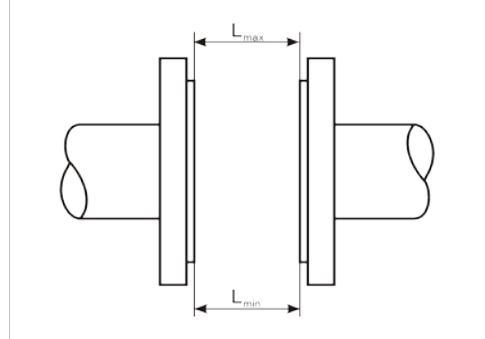

Рисунок 5 — Определение отклонения фланцев трубопровода от параллельности
2.2.2.3 Монтаж датчиков расхода бесфланцевой конструкции следует производить с помощью шпилек. Фланцы трубопроводов должны быть соосны и плоскоПараллельны друг другу (рисунок 5), что достигается применением при сварке специального габаритного имитатора датчика расхода.
2.2.2.6 Наибольшее допускаемое отклонение ответных фланцев на трубопроводе от параллельности должно определяться из неравенства $L_{\max} - L_{\min} < 0,5 \text{ мм}$ (рисунок 5).